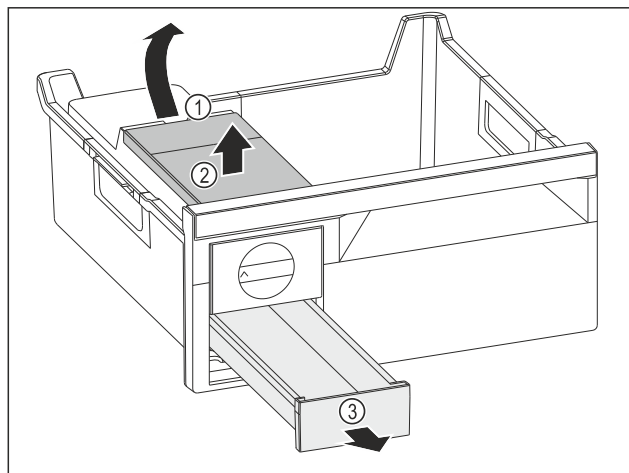

Fig. 73
- ▶ Извлеките бак для воды: Поднимите бак для воды за выемку *Fig. 73 (1)*.
- ▶ Извлеките бак для воды *Fig. 73 (2)* движением вверх.
- ▶ Извлеките выдвижной ящик для кубиков льда *Fig. 73 (3)* движением вперед.